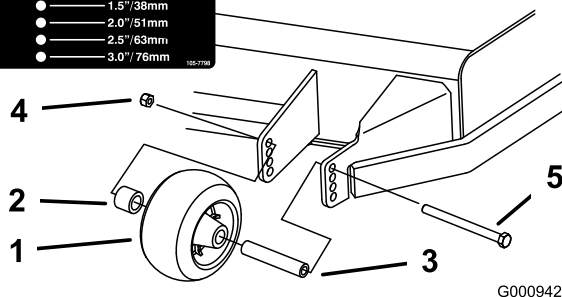
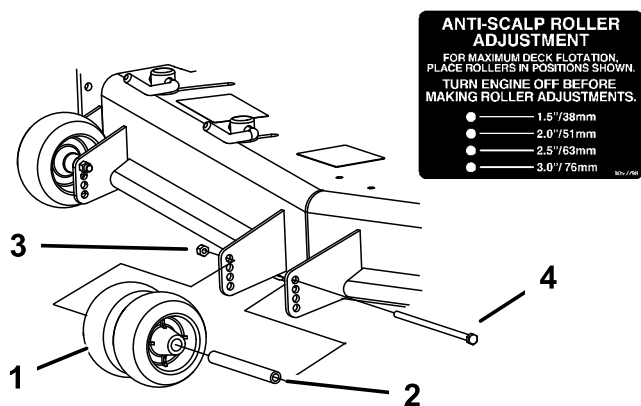
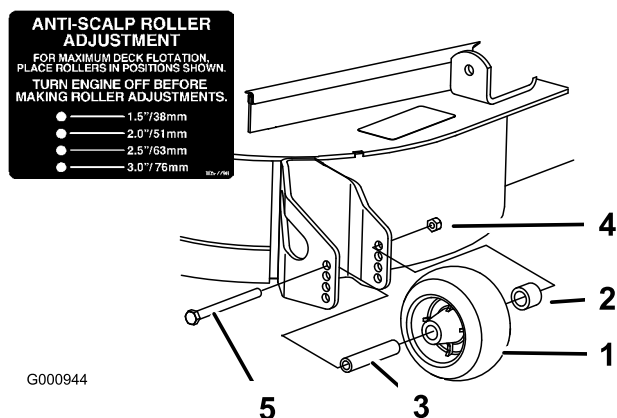

Figure 19
Figure 20
Figure 21
3. Après avoir réglé la hauteur de coupe, réglez les galets en retirant l'écrou à collerette, la bague, l'entretoise et le boulon (Figure 19, Figure 20 et Figure 21).
**Remarque:** Les deux galets centraux ne sont pas munis d'entretoise (Figure 20).
5. Posez l'écrou à embase, la bague, l'entretoise et le boulon. Serrez à 54–61 Nm (40–45 pi-lb) (Figure 19, Figure 20 et Figure 21).